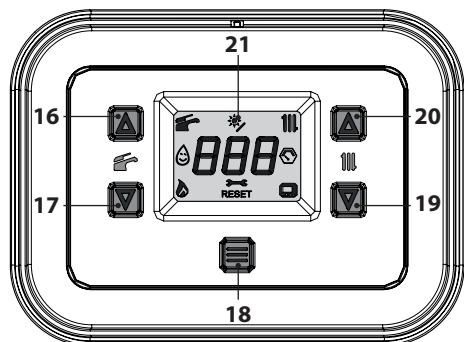
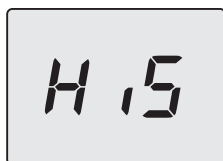
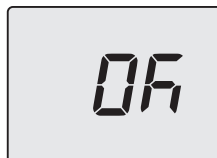
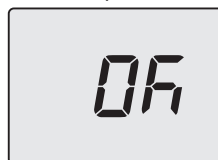

Figura 5.40
Figura 5.41
Figura 5.45
Figura 5.48
- Entrare in "modalità programmazione" premendo contemporaneamente per 5 secondi i tasti 17 e 19 (Figura 5.40) fino a far apparire sul display LCD le lettere **HiS** che indicano il menu "Storico delle caldaie" (Figura 5.41).
- Premere per 1 sec. il tasto 18 (Figura 5.40) per entrare nel parametro selezionato. Il display visualizzerà quanto segue (Figura 5.44).
- Premendo il tasto 18 (Figura 5.40) si ottiene la conferma del valore inserito. Il display visualizzerà per 5 sec. quanto segue (Figura 5.45) poi, si porterà al livello superiore.
- Premendo contemporaneamente i tasti 17 e 19 (Figura 5.40) si esce senza modificare il valore (ritorno al livello precedente).
- tenere premuti contemporaneamente i tasti 17 e 19 per 5 sec. (Figura 5.40) (ritorno al livello precedente).
- Premere per 1 sec. il tasto 18 (Figura 5.40) per entrare nel parametro selezionato. Il display visualizzerà quanto segue (Figura 5.47).
- Premendo il tasto 18 (Figura 5.40) si ottiene la conferma del valore inserito. Il display visualizzerà per 5 sec. quanto segue (Figura 5.48) poi, si porterà al livello superiore.